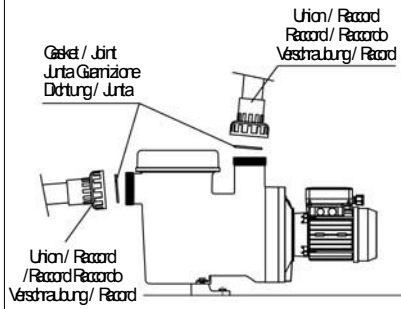

Fig 2
- Para realizar a ligação da tubagem, encaixar as tubagens nos raios, instalada em conjunto com a bomba, as uniões dos raios às bocas de aspiração e impulsão da bomba são de rosca e utilizam juntas de vedação para evitar a perda de água (Fig. 2).
- Realizar a instalação das tubagens de impulsão de forma perpendicular e bem centrada em relação à entrada onde vai ser ligada para evitar que a bomba e a tubagem sejam submetidos a esforços externos que, para além de dificultarem a montagem, podem acabar por romper (Fig. 2).
- Instalar a tubagem de aspiração com uma ligeira inclinação para a bomba, na ordem dos 2% evitando a criação de bolhas de ar (Fig. 2).